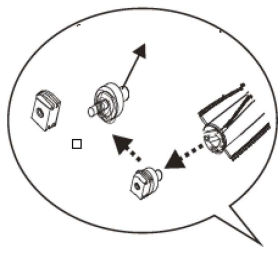

Рис.26
4. Извлеките закрепленную с левой стороны деталь вращающейся щетки и очистите засорения, как показано на рис. 26.